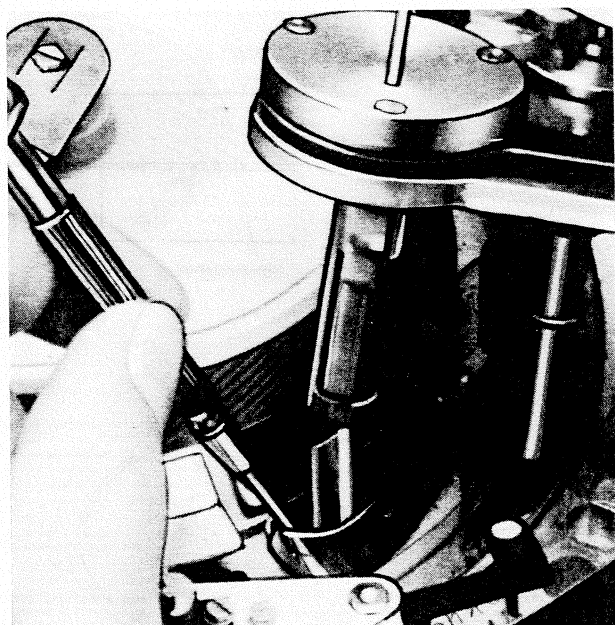

Abb. 11
- j) Bandzugmesser auf Umlenkbolzen aufstecken (Abb. 11). **Dabei auf die Videoköpfe achten und diese vor Beschädigung schützen.** Den aufgesteckten Bandzugmesser mit dem Arretierstift im Bandtrommelring arretieren.